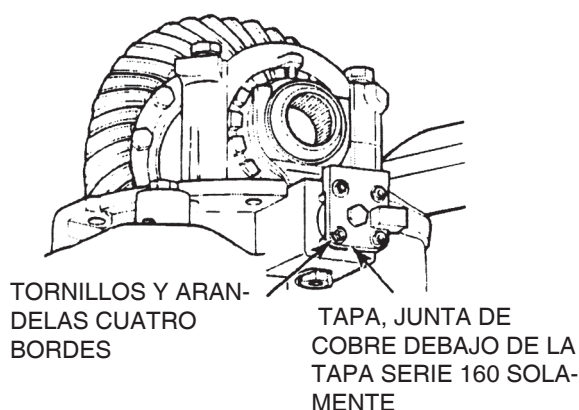

Figura 122
- B. Retire los cuatro tornillos y arandelas que fijan la tapa del cilindro. Retire la tapa. Para los diferenciales Serie 160, retire la junta de cobre. Figura 122.